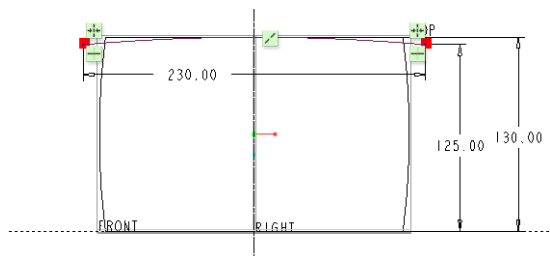
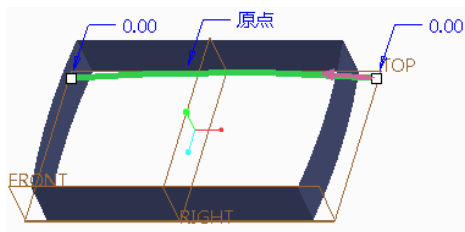

图 7-148 绘制圆弧
图 7-149 指定原点轨迹
- 3 绘制图 7-148 所示的圆弧。
- ① 在功能区“模型”选项卡的“形状”面板中单击“扫描”按钮, 打开“扫描”选项卡。
- ② 在“扫描”选项卡中单击“曲面”按钮, 并单击“恒定截面”按钮.
- ③ 选择“草绘 1”曲线作为原点轨迹, 如图 7-149 所示。此时若打开“扫描”选项卡中的“参考”面板, 则可以看到默认的“截平面控制”选项为“垂直于轨迹”, “水平/竖直控制”选项为“自动”。